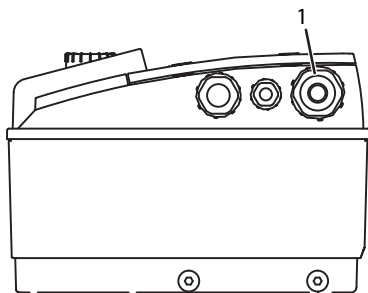

图 22：M25 电缆接头
- 电源连接线应穿过一个 M25 电缆接头（图 22，位置 1）。